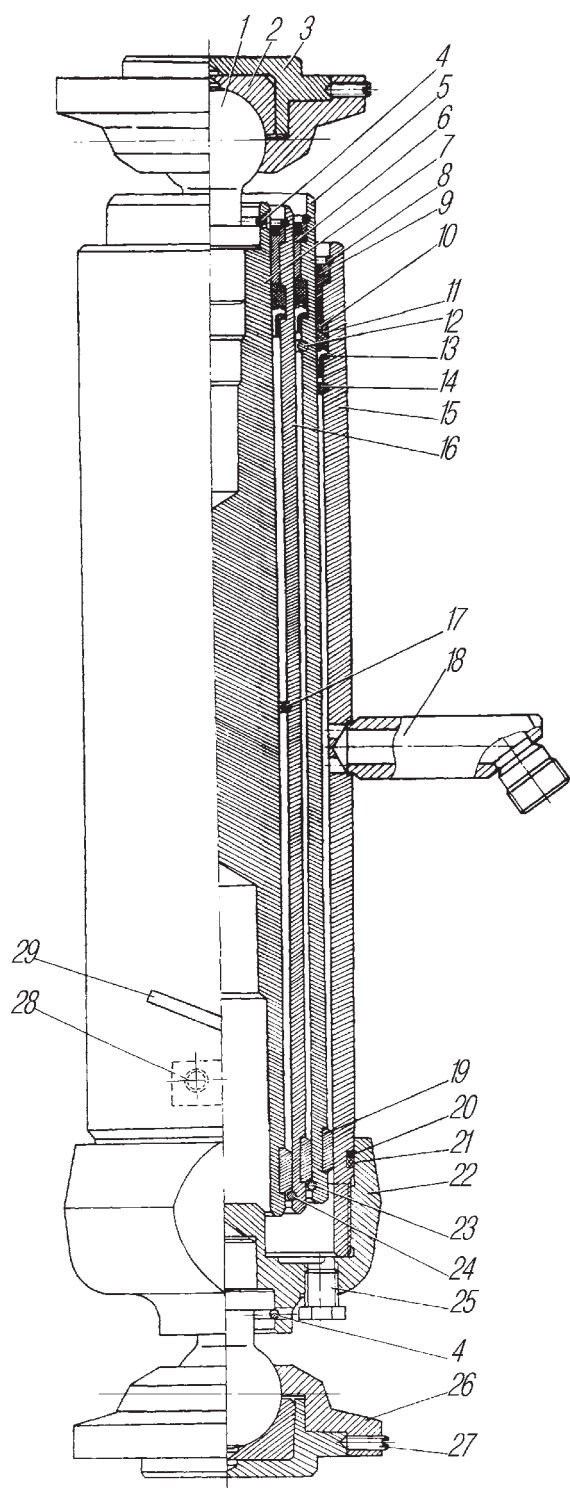

Рис. 117. Гидроцилиндр подъема платформы автомобиля Урал-5557-40:
**Гидроцилиндр подъема платформы автомобиля Урал-5557-40** — телескопический. В корпусе 15 (рис. 117) гидроцилиндра размещены выдвижные звенья (плунжеры) 5, 7 и 16, ход которых ограничивается при выдвигании упорными кольцами 12, 14, 17, а при движении вниз — упорными кольцами 23 и 24. Направление выдвижных звеньев обеспечивается чугунными направляющими полукольцами 19 и направляющими 6, которые удерживаются стопорными кольцами 8.
При необходимости замены уплотнительных манжет гидроцилиндра подъема платформы необходимо отвернуть пробку 25 (см.рис. 117) в днище цилиндра и слить масло, снять гидроцилиндр с автомобиля, снять верхнюю шаровую опору, вынув стопорящее ее кольцо 4. Отвернуть днище 22 гидроцилиндра и осторожно извлечь из корпуса выдвижные звенья.